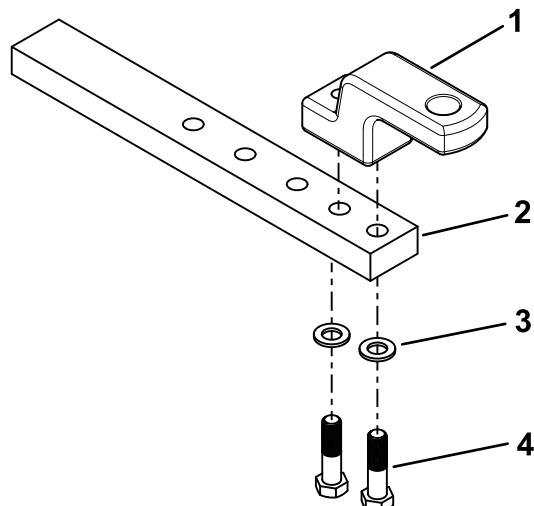

Figura 6
1. Utilice 2 tornillos (M18) y 2 arandelas para sujetar la horquilla a la barra de tracción (Figura 6).